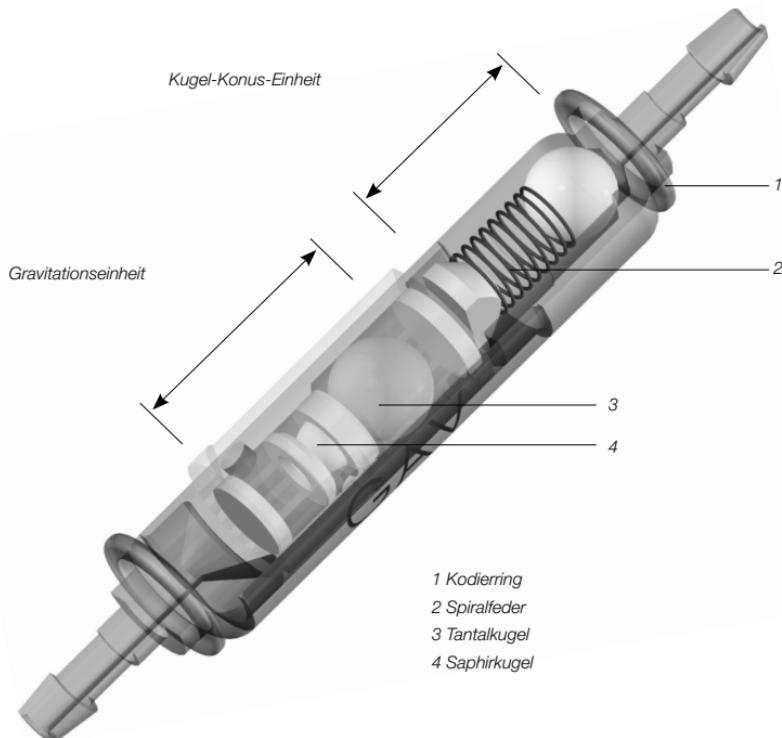

Abb. 1: GAV im Querschnitt
Abb. 1 zeigt eine schematische Querschnittszeichnung des GAV. Es besteht aus einem stabilen Titangehäuse, in dessen proximalem Teil eine bewährte Kugel-Konus-Einheit integriert ist. Eine Spiralfeder (2) gewährleistet den Öffnungsdruck der Kugel-Konus-Einheit. Die Gravitationseinheit im distalen Bereich besteht aus einer Tantalkugel (3), die den Öffnungsdruck dieser Einheit bestimmt, und einer Saphirkugel (4), die den präzisen Verschluss garantiert. Kodierringe (1) ermöglichen die Identifikation der Druckstufen im Röntgenbild.